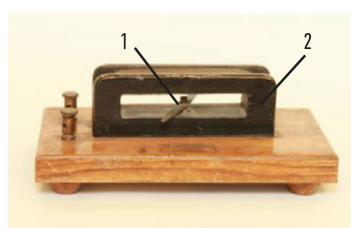

Рис. 4. Мультиплексор Швейгера
Однако недостатки первого гальванометра были очевидны: низкая чувствительность, влияние магнитного поля Земли (отчего проводник с током необходимо было ориентировать по магнитному меридиану), а также воздушные возмущения [2, 4]. Чувствительность прибора была многократно повышена в том же 1820 г. в «мультиплексоре» профессора университета Галле (Германия) Иоганна Швейгера (Johann Schweigger), поместившего магнитную стрелку (1) внутрь катушки (2) с измеряемым током (рис. 4). А чтобы исключить влияние магнитного поля Земли, Ампер предложил сделать гальванометр астатическим и использовать две стрелки.